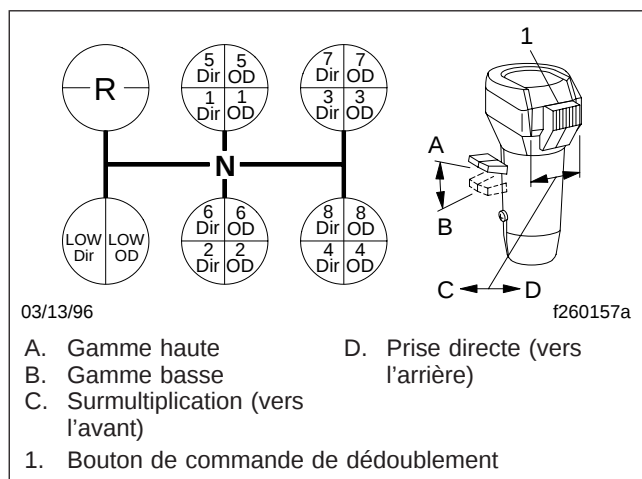

Fig. 13.2, Configurations des changements de rapports de la boîte Eaton Fuller à 18 vitesses
2. Positionnez le levier de présélection de gamme vers le bas, en gamme basse. Voir la figure 13.2.
3. Assurez-vous que le bouton de commande de dédoublement est à la position basse vitesse (vers l'arrière). Voir la figure 13.2.
Passez de la basse vitesse surmultipliée à la 1re vitesse en prise directe en déplaçant d'abord le bouton de commande de dédoublement à la position de prise directe (vers l'arrière) (figure 13.2). Exécutez un double débrayage puis déplacez le levier de vitesses du point mort à la position 1re vitesse.